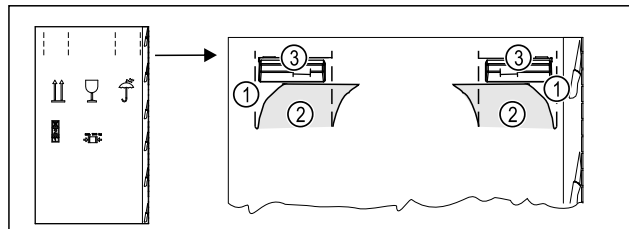

Fig. 6
- ▶ Vtlačte obalový karton nahoře na perforaci Fig. 6 (1).
- ▶ Vytáhněte vtlačené spojky Fig. 6 (2).
- ▶ Pravá a levá rukojeť Fig. 6 (3) je viditelná.
- ▶ Držte spotřebič za rukojeť Fig. 6 (3).